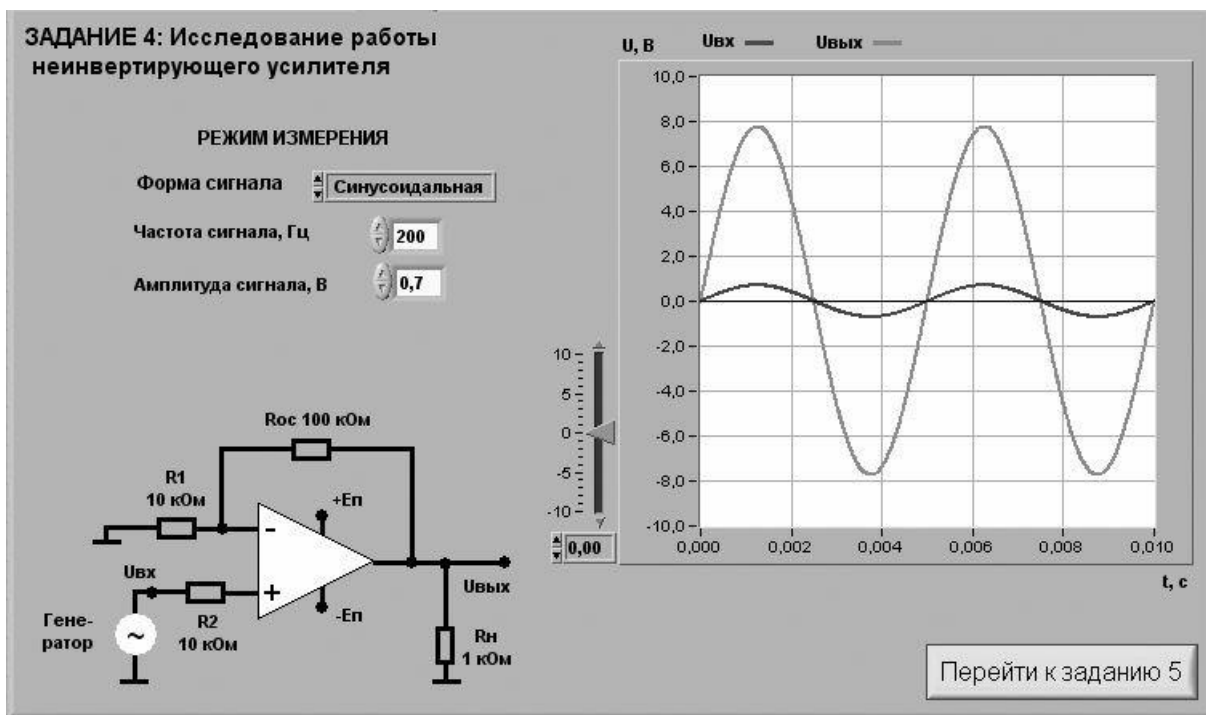

Рис. 2.15. Лицевая панель ВП при выполнении задания 4
3.3. Нажмите на передней панели ВП кнопку «Перейти к заданию 4», на экране появится лицевая панель ВП, необходимая для выполнения задания 4 (рис.2.15).